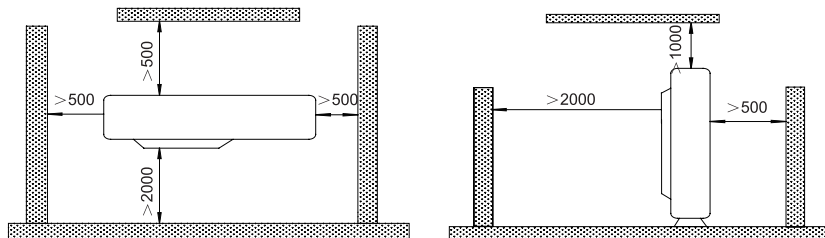

Fig. 3
- ① . Installez l'équipement là où il est impossible de le pencher de plus de 5°.
- ② . Pendant l'installation, si l'équipement extérieur doit être exposé à un vent violent, serrez-le fermement.
- (1). Si possible, n'installez pas l'équipement dans un emplacement exposé directement au soleil. (Si nécessaire, installez un volet n'obstruant en rien le débit d'air.)
- (2). Dans la mesure du possible, installez l'équipement extérieur à l'écart de la poussière ou de l'humidité de la pluie.
- (3). Installez l'équipement extérieur dans un emplacement adéquat pour le brancher à l'équipement intérieur.
- (4). Installez l'équipement extérieur dans un emplacement permettant l'évacuation de la condensation d'eau en mode chaud. Éloignez les animaux et plantes de l'air chaud.
- (5). Prenez en compte le poids du climatiseur et choisissez un emplacement où le bruit et les vibrations sont limités.
- (6). Installez l'équipement extérieur dans un emplacement pouvant supporter le poids de l'équipement et produisant le moins de bruit et de vibrations possibles.
- (7). Garantisiez l'espace indiqué dans la Fig. 3, de sorte à éviter que le débit d'air ne soit obstrué. De même, pour un fonctionnement efficace, laissez trois des quatre directions libres.